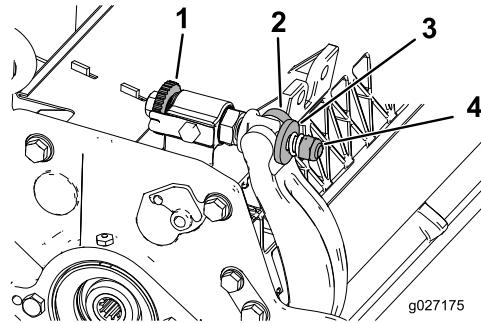

Figura 29
- Gire los tornillos de ajuste de la barra de asiento en sentido antihorario para alejar la contracuchilla del molinete (Figura 29).
- Afloje la tuerca de tensado del muelle hasta que el muelle deje de presionar la arandela contra la barra de asiento (Figura 29).